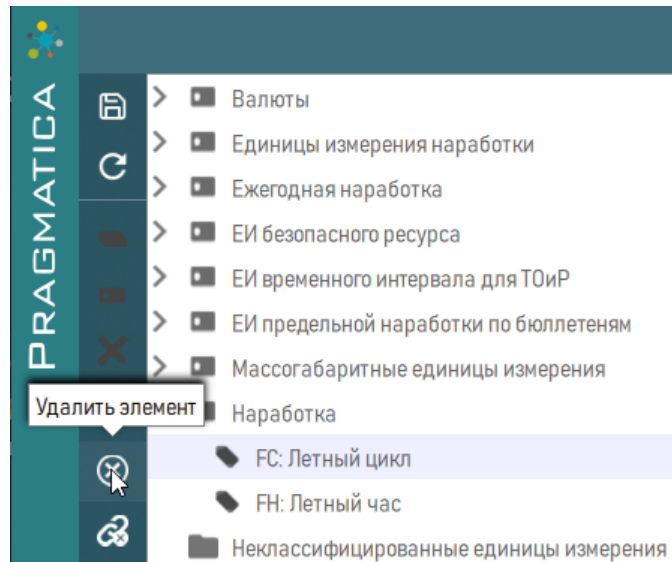

Рисунок 48 – Удаление единицы измерения
- 2) В секции рабочей панели нажать кнопку  «Удалить элемент» (рисунок 48).